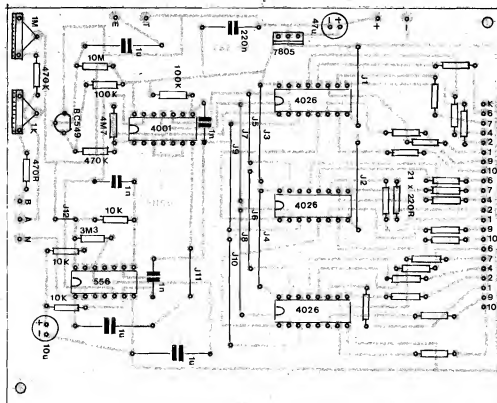

Fig.6
- FIG. 6 - CHAPEADO DA PLACA "A" - O outro lado (não cobreado) da placa A, agora mostrando a colocação de praticamente todas as peças do circuito (salvo os **displays**, que ficam na outra placa, e os chaveamentos, externos...). Observar com MUITA ATENÇÃO a colocação dos componentes polarizados: Integrados, **transistor** e capacitores eletrolíticos... Os Integrados estão referenciados pela sua extremidade marcada (o 7805 tem sua lapa metálica voltada para o interior da placa...), o **transistor** tem, para "ajudar", o seu lado "chato", e